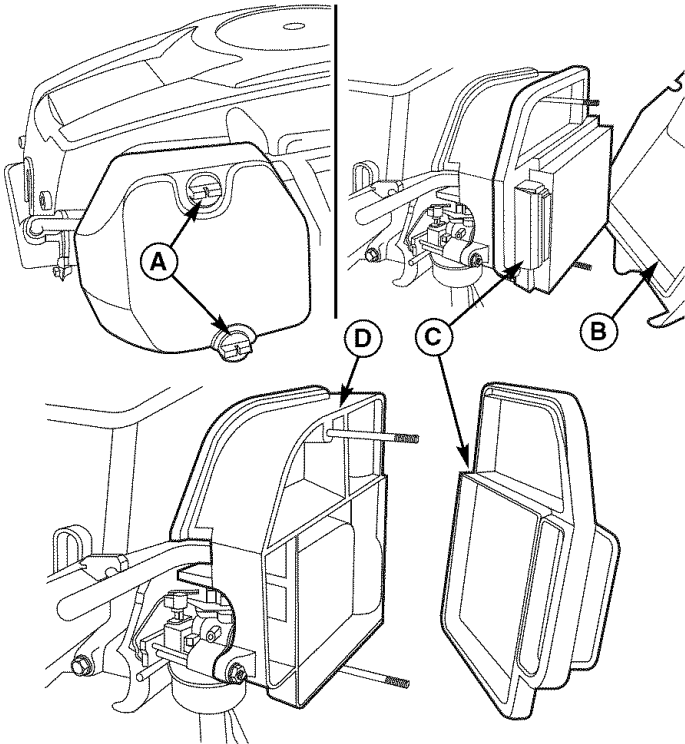

Figura 28. Ensamblaje del filtro de aceite
1. Afloje los botones de la cubierta del filtro de aire (A, Figura 28) y remueva la cubierta (B). Limpie cualquier residuo alrededor del filtro de aire. Inspeccione la condición de las superficies de sellamiento del elemento del filtro de aire (C) y de la base del filtro (D). Reemplace cualquier parte dañada.
2. Remueva el elemento del filtro de aire (C).
3. Instale el elemento del filtro de aire nuevo con el lado plisado hacia afuera y asíntelo en los bordes de la base del purificador de aire (D).
4. Reinstale la cubierta del filtro de aire (B) y asegúrela con los dos botones (A).